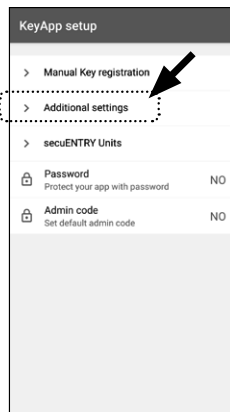

Abb. 68
- Tippen Sie im Anschluss „*Additional settings*“ (Abb. 68).